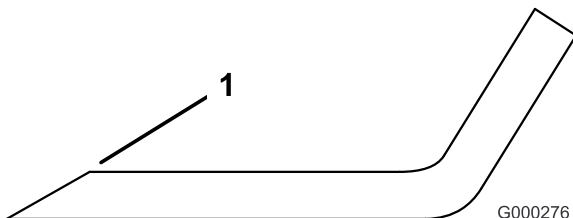

Figure 92
1. Au moyen d'une lime, aigüez les tranchants aux deux extrémités de la lame (Figure 92). Veillez à conserver l'angle de coupe d'origine. Limez la même quantité de métal sur chacun des deux tranchants pour ne pas déséquilibrer la lame.